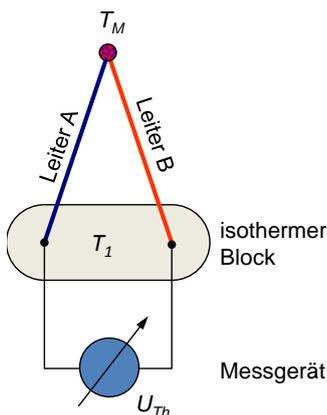

*Bild 1: Messung der Thermospannung eines Leiters.*
1. a) In einem Experiment (*Bild 1*) soll zunächst der Seebeck-Koeffizient  $\eta_B$  von Leiter B bestimmt werden, der später in einem Thermoelement verbaut werden soll. Das eine Ende des Leiters B wird dazu auf  $T_2=420\text{ °C}$  erwärmt, während das andere Ende bei einer konstanten Temperatur von  $T_1=20\text{ °C}$  gehalten wird. Eine Spannung  $|U_{Th}| = 6\text{ mV}$  wird gemessen. Aus welchem Material besteht Leiter B?
b) Machen Sie sich klar, welcher Mechanismus für die Entstehung der Thermospannung verantwortlich ist und erklären Sie damit in welche Richtung ein Strom fließen würde, wenn man das Spannungsmessgerät in *Bild 1* kurzschließen würde.